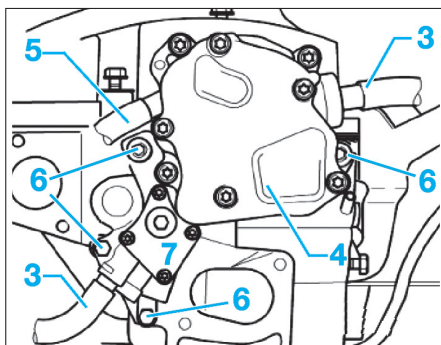

Fig. 28
- La conduite de dépression (3) de servofrein de la pompe tandem (4) (Fig.28).
- Le flexible d'alimentation (5) (repère blanc) branché sur la pompe tandem (4).
- Dévisser entièrement les vis de fixation (6).
- Déposer avec précaution le bouchon de contrôle (7) sur la pompe tandem (Fig.28).
- Brancher en lieu et place du bouchon (7) un manomètre muni d'un raccord approprié (outil VAS 5187).